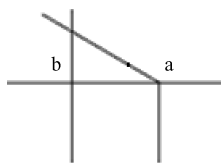

图5-55 绘制直线(二)
(4) 单击“默认”选项卡“绘图”面板中的“直线”按钮,以图5-54中a点为起点、b点为终点,绘制直线ab,结果如图5-55所示。